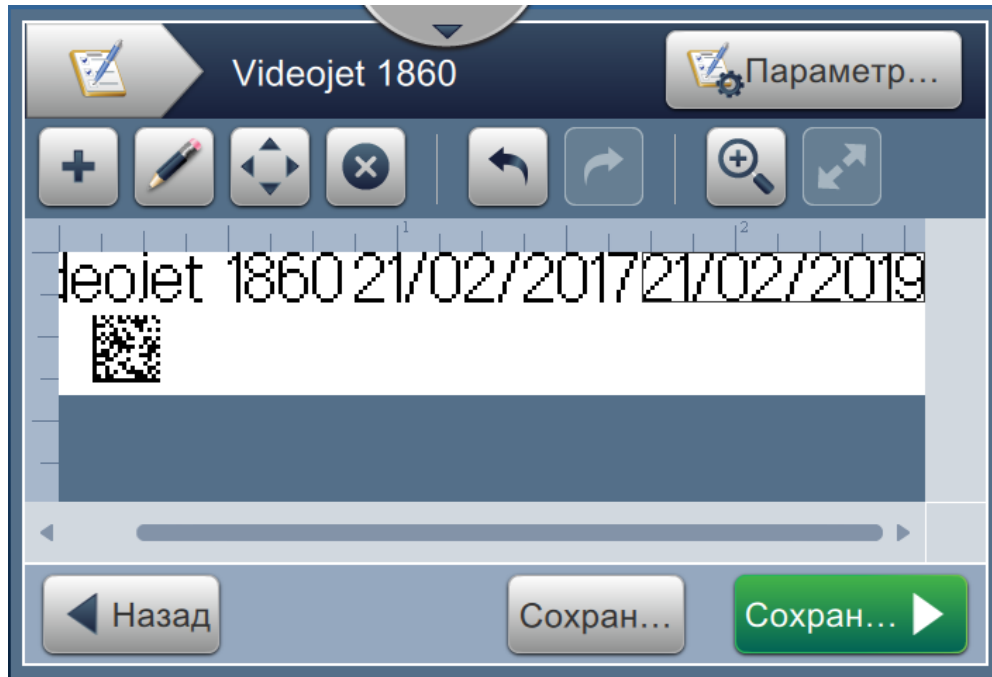

Рис. 6-14. Экран «Редактор заданий»
16. Нажмите кнопку , чтобы сохранить изменения. Откроется экран «Редактор заданий», как показано на Рис. 6-14.